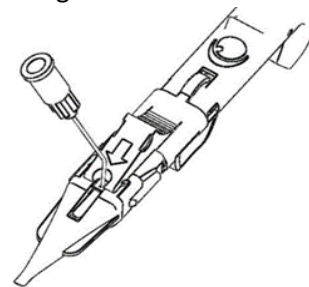

Fig. 4
7. Introduire la canule ( $\geq 23G$ ) d'une seringue contenant du produit viscoélastique dans la petite ouverture située devant le taquet rouge. Injecter une quantité suffisante de produit viscoélastique par le petit orifice comme montré dans la Fig.4. Un remplissage jusqu'à mi-chemin du bec de la cartouche devrait suffire.